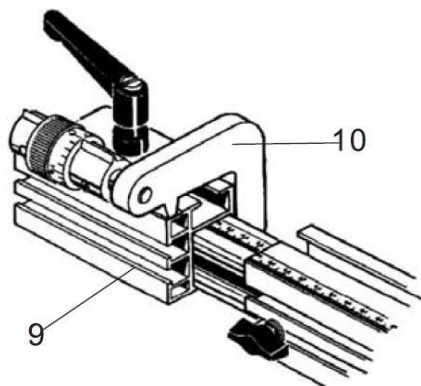

Abb. 20: Anschlagschiene montieren
Schritt 3: Klemmen Sie die Schraube (9, Abb. 20) auf der Achse des Anschlaghebels (10, Abb. 20) und achten Sie darauf, dass der Anschlaghebel beim Klappen nicht nach unten fällt.